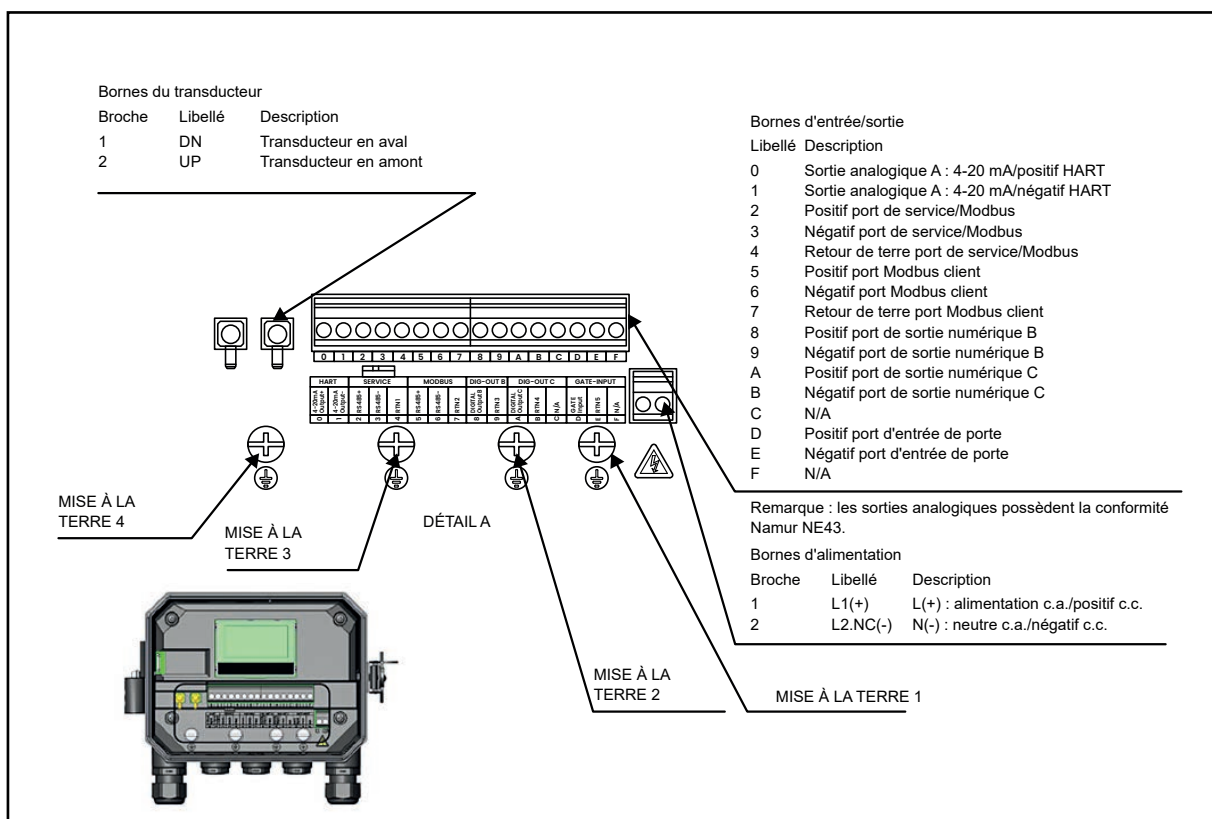
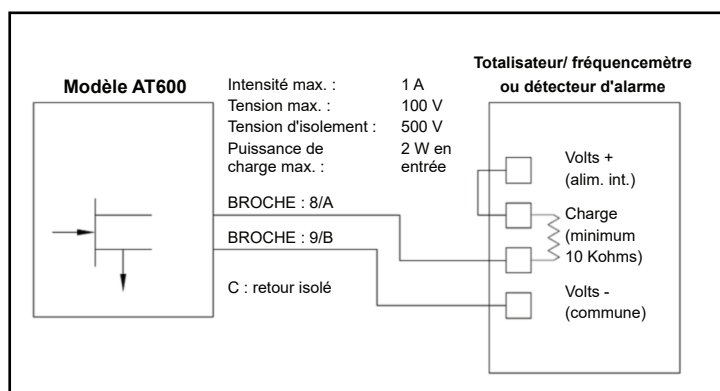
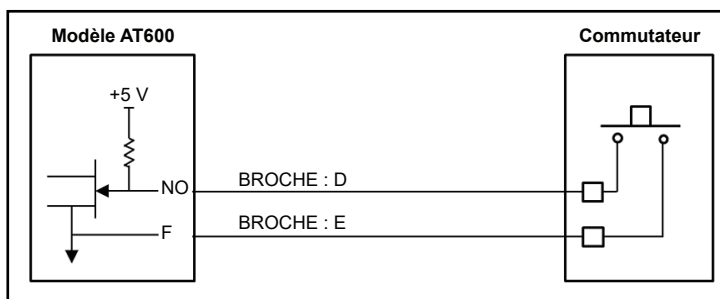

Figure 23 : Schéma de câblage
Figure 27 : Câblage de la sortie de totalisateur/de fréquence/d'alarme
Figure 28 : Câblage de l'entrée de porte
2. Connectez les câbles d'alimentation et de transducteur à l'AT600, comme illustré à la figure 23, page 19
Cette section contient les instructions pour effectuer tous les raccordements électriques nécessaires au débitmètre AT600. Reportez-vous à la figure 23 ci-dessous pour le schéma de câblage complet de l'appareil.
Reportez-vous à la Figure 23, page 19 pour repérer l'emplacement du bornier et raccordez l'alimentation secteur comme suit :
2. Raccordez le conducteur de terre au connecteur de terre interne (GROUNDING 1) situé sur le panneau inférieur du boîtier (voir la Figure 23, page 19).
3. Raccordez le conducteur de neutre c.a. (ou le conducteur négatif c.c.) à la borne L2/N(-) et le conducteur de phase c.a. (ou le conducteur positif c.c.) à la borne L1(+), comme indiqué à la Figure 23, page 19.
2. Raccordez le connecteur de câble avec la gaine jaune « DN » à DN et le connecteur de câble avec la gaine blanche « UP » à UP comme indiqué à la Figure 23, page 19.
3. Pour repérer l'emplacement des E/S du bornier, reportez-vous à la Figure 23, page 19 et raccordez le bornier comme indiqué ci-dessus.
Pour raccorder le port série Modbus RS485, reportez-vous à la Figure 23, page 19 ci-dessus et procédez comme suit :
L'AT600 peut accueillir jusqu'à deux sorties numériques. Chacune de ces sorties peut être configurée en tant que sortie de totalisateur, de fréquence ou d'alarme (voir la section « Programmation des Communications Numériques », page 53 pour obtenir des instructions). Chaque sortie de totalisateur/de fréquence/d'alarme nécessite un câble à paire torsadée. Câblez le bornier comme indiqué sur la figure 23 à la page 23 et sur la figure 27 ci-dessous.
Pour câbler l'entrée de porte, reportez-vous à la Figure 23, page 19 et à la figure 28 ci-dessous et procédez comme suit :